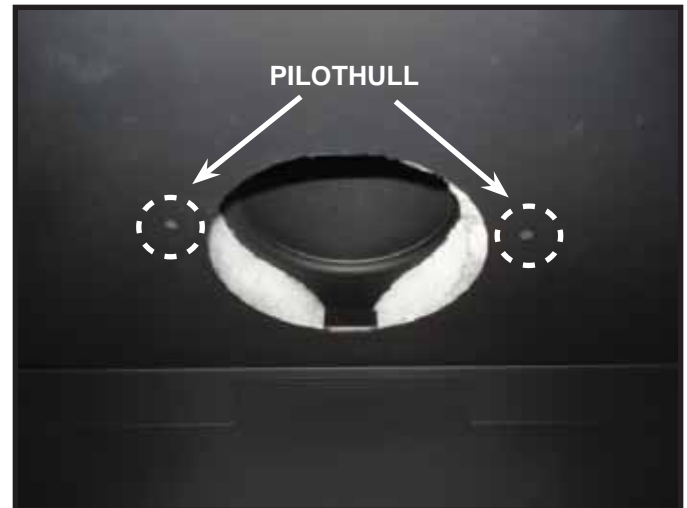

Fig. 7.6 Plassering av pilothull
1. Finn de to pilothullene på innsiden av forbrenningsboksens varmeskjold i Fig. 7.6.